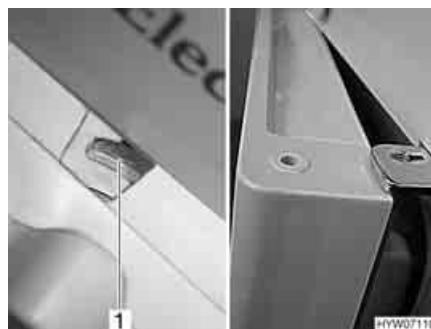

Fig. 200 Porta del frigorifero/del vano congelatore in posizione di ricircolo d'aria (serie Dometic 7 con vano congelatore separato)
- Spostare il dispositivo di bloccaggio completamente verso destra. La porta del frigorifero/porta del vano congelatore è bloccata con l'ausilio dell'arresto della porta (Fig. 200,1). In questo modo la porta del frigorifero/porta del vano congelatore rimane ferma in posizione socchiusa (Fig. 200).